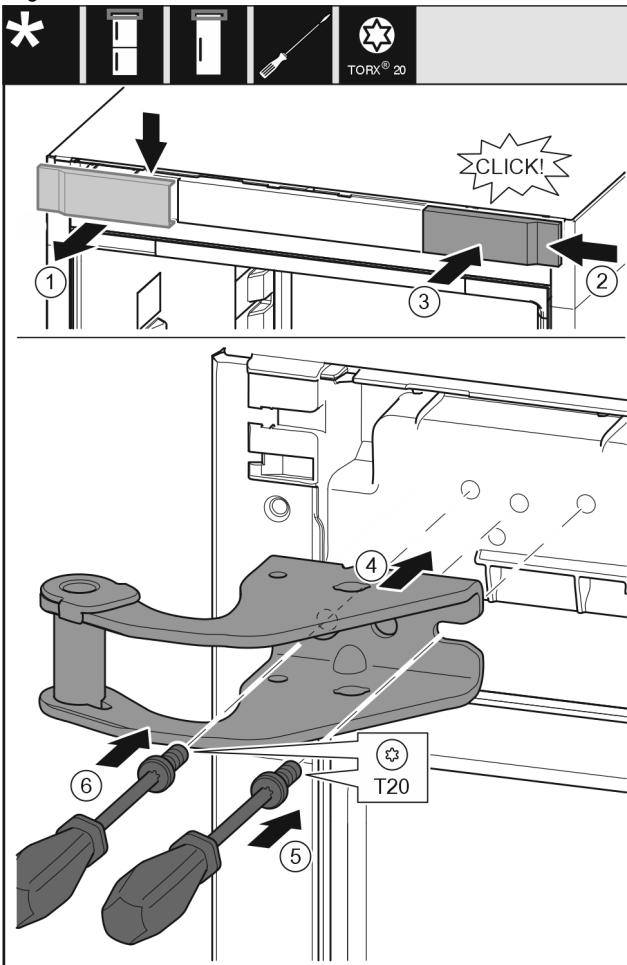

Fig. 10
- Abdeckung Fig. 10 (1) von oben nach vorne abnehmen.
- Abdeckung Fig. 10 (2) um 180° gedreht auf der anderen Seite von rechts einhängen.
- Abdeckung Fig. 10 (3) einrasten.
- Oberen Lagerbock Fig. 10 (4) ansetzen.
- Schraube Fig. 10 (5) mit Schraubendreher ansetzen und festdrehen.
- Schraube Fig. 10 (6) mit Schraubendreher ansetzen und festdrehen.